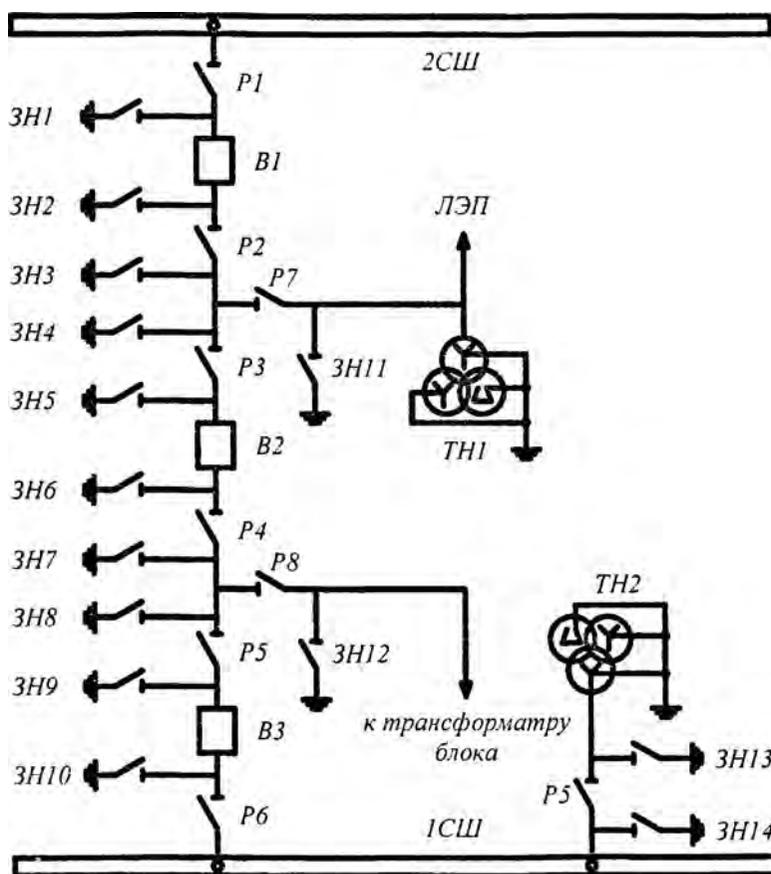

Рисунок 3. Полуторная схема
– полуторная схема (рисунок 3);